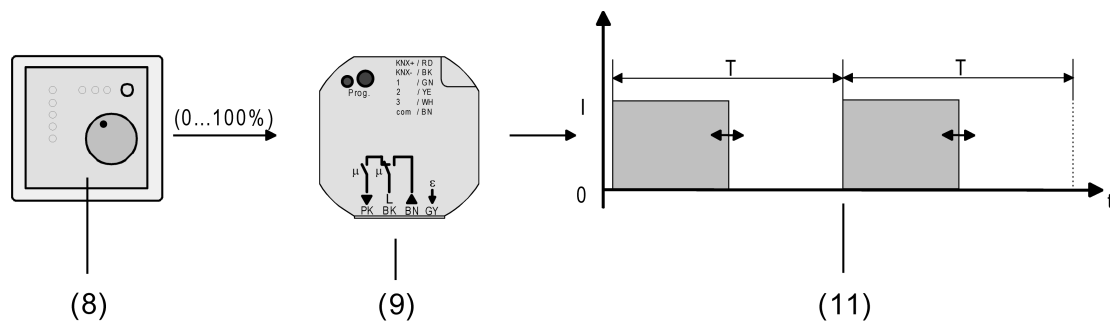

Bild 41: Stellgrößenprinzip bei stetiger Stellgröße
(8) Raumtemperurregler (RTR) (Stellgröße "1 Bit")
(9) Jalousie- und Heizungsaktor
(10) Schaltendes Ausgangssignal für Ventilantriebe
Das über das 1 Byte Objekt "Stellgröße" empfangene Werttelegramm wird im Normalbetrieb durch das Gerät in ein äquivalentes pulswidenmoduliertes Schaltsignal an den Ventilausgängen umgesetzt (Bild 41). Der aus dieser Modulation resultierende Mittelwert des Ausgangssignals ist unter Berücksichtigung der im Gerät einstellbaren Zykluszeit (T) ein Maß für die gemittelte Ventilstellung des Stellventils und somit eine Referenz für die eingestellte Raumtemperatur (siehe "Pulsweitenmodulation bei stetigen Stellgrößen und stetigen Soll-Ventilpositionen").